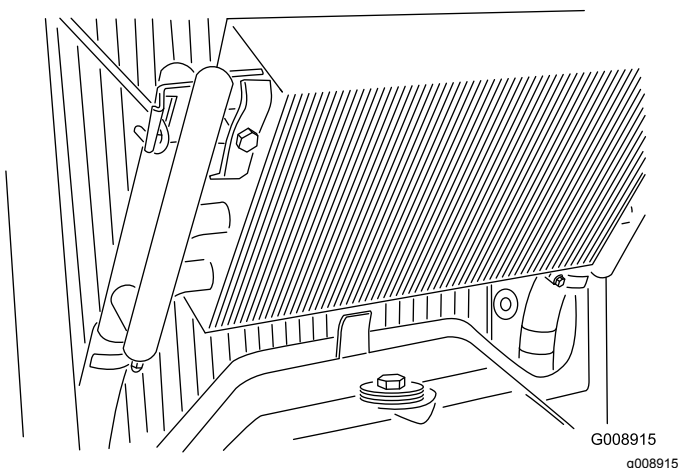

図 59
4. オイルクーラのラッチを外し、クーラーを後ろに傾ける 図 59。